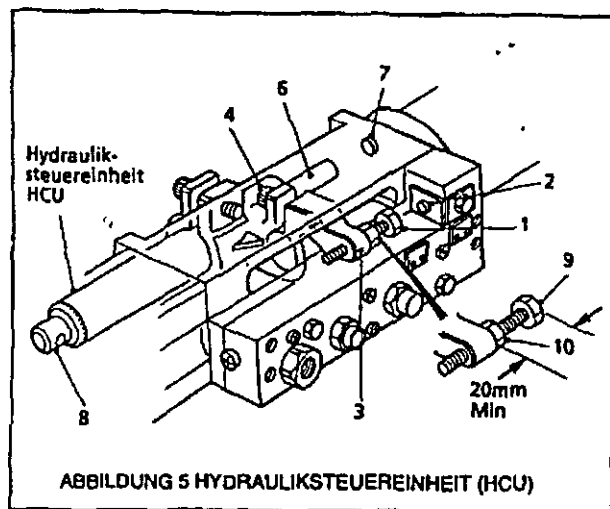

ABBILDUNG 5 HYDRAULIKSTEUEREINHEIT (HCU)
EINSTELLUNG DES BOHRBETRIEBS (siehe Abbildung 5)
Endgültige Tiefeneinstellung mit Hilfe von (10), Abbildung 5, vornehmen.
Mit Hilfe von (9), Abbildung 5, festziehen.
Die Spitze des Gewindebohrers MUSS mindestens 14 mm (9/16") über dem Prüfblock stehen, damit das Windegetriebe des Gewindebohrers die erforderliche Einrückbewegung ausführen kann. Spaltweite zwischen (2) und (1), Abbildung 5, zum Ausgleich der Gewindetiefe ZUZÜGLICH der freien Höhe des Gewindebohrers über dem Werkstück einstellen.